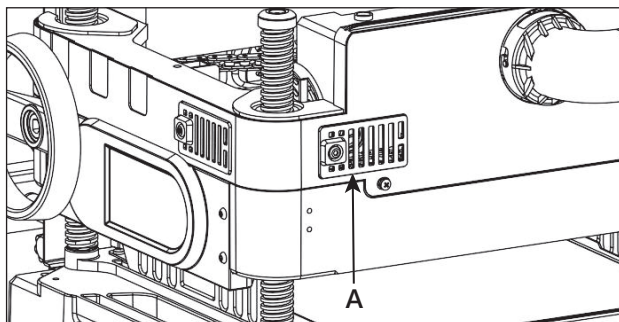

Рисунок 25.
- С помощью Т-образного шестигранного ключа поверните замок защитной крышки А (рис. 25) в положение открытия и снимите ее;